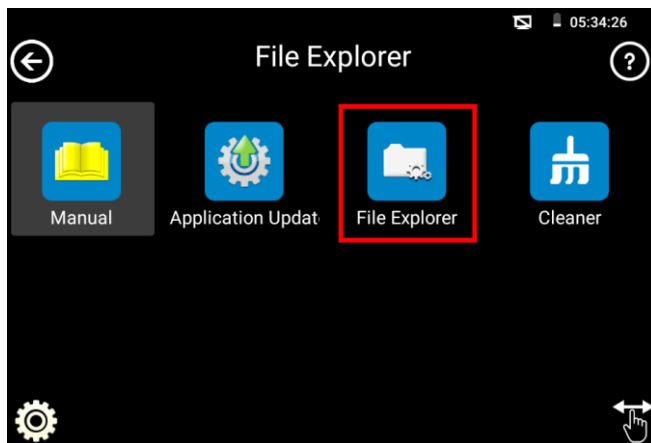

Рис. 24 Приложение «File Explorer»
- 4) Вернитесь на рабочий стол тестера, найдите значок приложения «File Explorer» и запустите его (рис. 24);